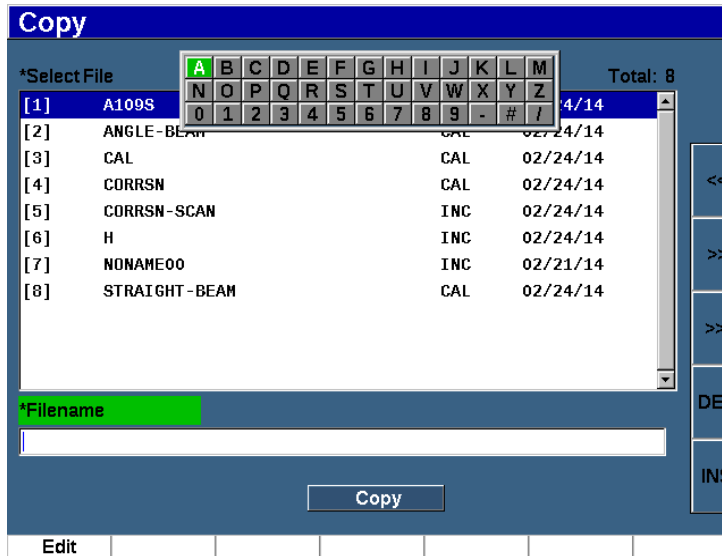

Figura 10-23 Il menu di configurazione Copia
1. Selezionare **Gestis. > Copia** (Copy) [gruppo 5/5] per visualizzare la pagina Copia (vedere Figura 10-23 a pagina 246).